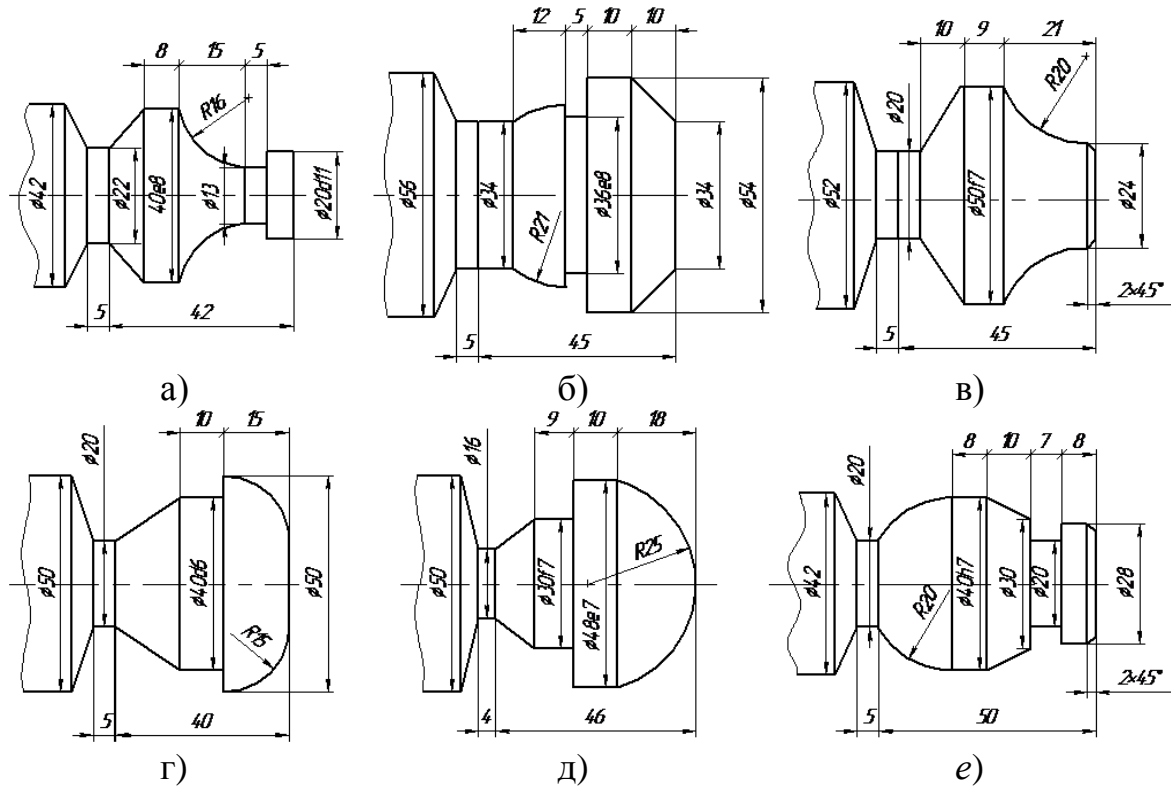

Рис. 4. Эскизы деталей к расчету фасонного резца
– номер задания и исходные данные (см. табл. 8 и рис. 4). Номер варианта задания, выполняемого студентом, определяется двумя последними цифрами в зачетной книжке (учебный шифр). Если последние две цифры превышают количество вариантов, то для установления номера варианта необходимо от учебного шифра отнять ближайшее меньшее число из ряда – 50, 100, 150. Например, при шифре 17 выполняется 17 вариант, при шифре 67 – также 17 вариант, при шифре 128 – 28 вариант.